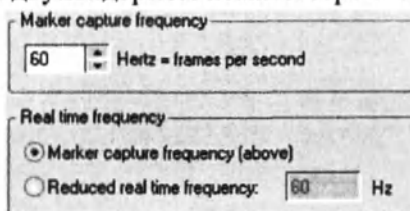

Рис. 79 Выбор частоты захвата маркера.
7. Перейдите на вкладку Camera system (Система камер) и укажите скорость захвата. Вы можете либо использовать те же частоты, что и Marker capture frequency (Частота захвата маркера), либо установить более низкую частоту с помощью опции Reduced real time frequency (Уменьшить частоту реального времени). Максимальная скорость захвата во многом зависит от возможностей рабочего компьютера и модели AIM, но, как правило, Вы сможете работать на двухъядерном компьютере с частотой 100 Гц (Рис. 79).